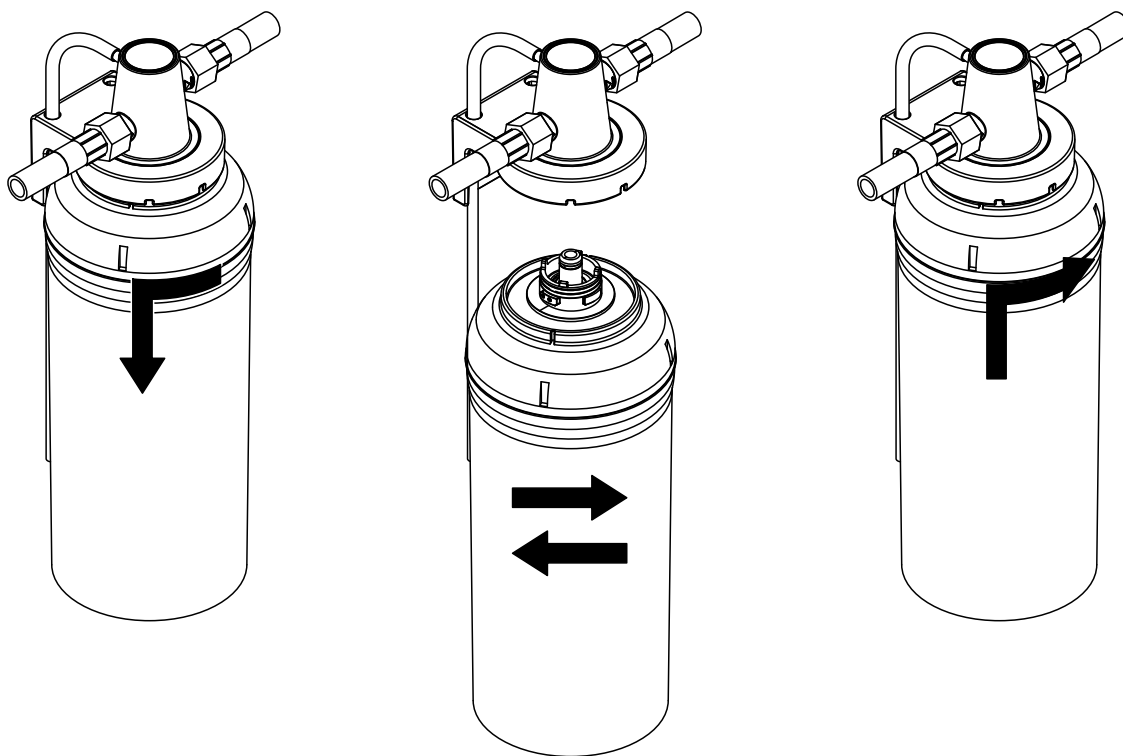

Abb. 19: Verbrauchte Filterkartusche ausbauen
4. Die Filterkartusche mit beiden Händen am Umfang gut festhalten, damit diese beim Ausbau nicht herunterfällt. Anschliessend die Filterkartusche vorsichtig wie in Abb. 19 links gezeigt, bis zum Anschlag in Pfeilrichtung drehen (ca. 45 °) und die Filterkartusche entfernen.
7. Die Filterkartusche gleichzeitig nach oben drücken und drehen bis die Filterkartusche im Bajonettverschluss des Filterkopfs eingreift. Anschliessend die Filterkartusche wie in Abb. 19 rechts gezeigt mit leichtem Druck nach oben bis zum Anschlag in Pfeilrichtung in den Filterkopf eindrehen (ca. 45°).